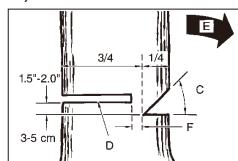

Fig. 11B
**ADVARSEL:** Aldri gå foran et tre som har blitt styreskåret. Gjør hovedskåret (D) fra den andre siden av treet og 1,5 – 2,0 tommer (3-5 cm) over kanten på hakket (C) (Fig. 11B).